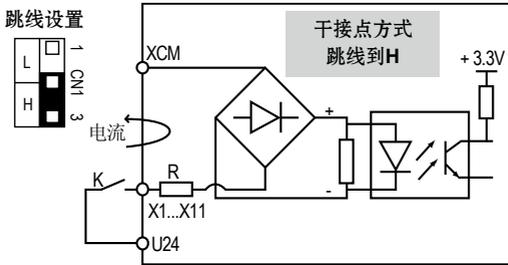

图 4-22 接口板 CN1 跳线到 H 时干接点信号接线示意图
2. CN1 跳线到 H 时，接线方式如图 4-22 所示。